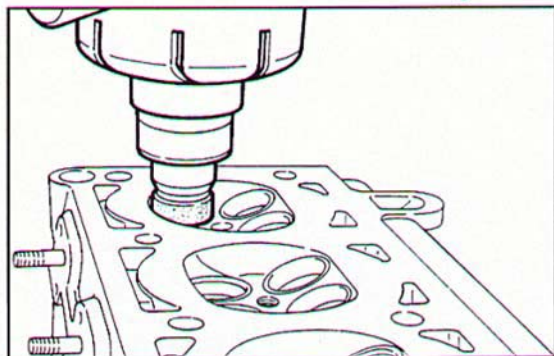

Fig. 199 ▼
- inserire il mandrino della rettificatrice PEG, munita di fresa a 45°, sul perno (Fig. 199);
- set the chuck of the PEG grinder, equipped with 45° wheel, on the pin (Fig. 199);